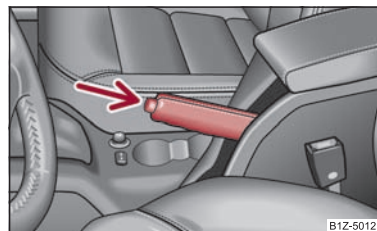

Fig. 86 Consolle centrale: Freno di stazionamento
- Tirare leggermente verso l'alto la leva del freno di stazionamento e premere contemporaneamente il pulsante di blocco ⇒ fig. 86.